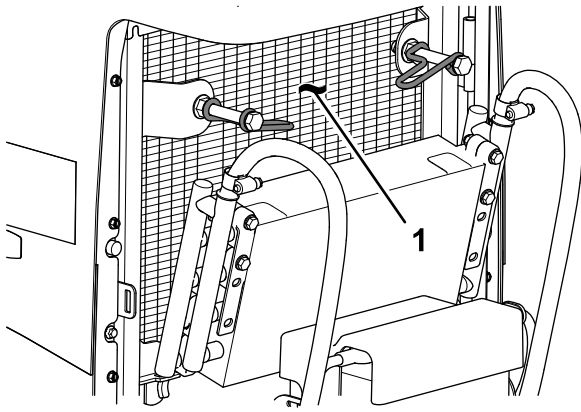

図 112
8. オイルクーラとラジエターの裏表を 図 112 圧縮空気で丁寧に清掃する。